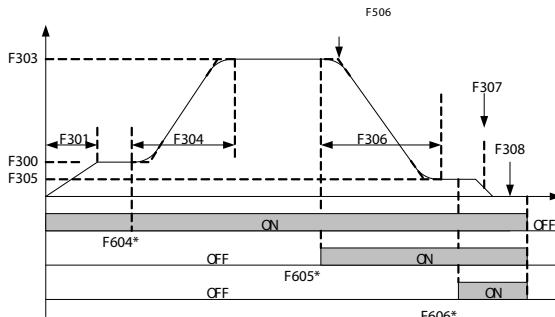

图6-4 距离控制开门曲线示意图
- 正确设置F6组与距离控制有关的功能参数，开门运行速度曲线可以用图6-4来说明。